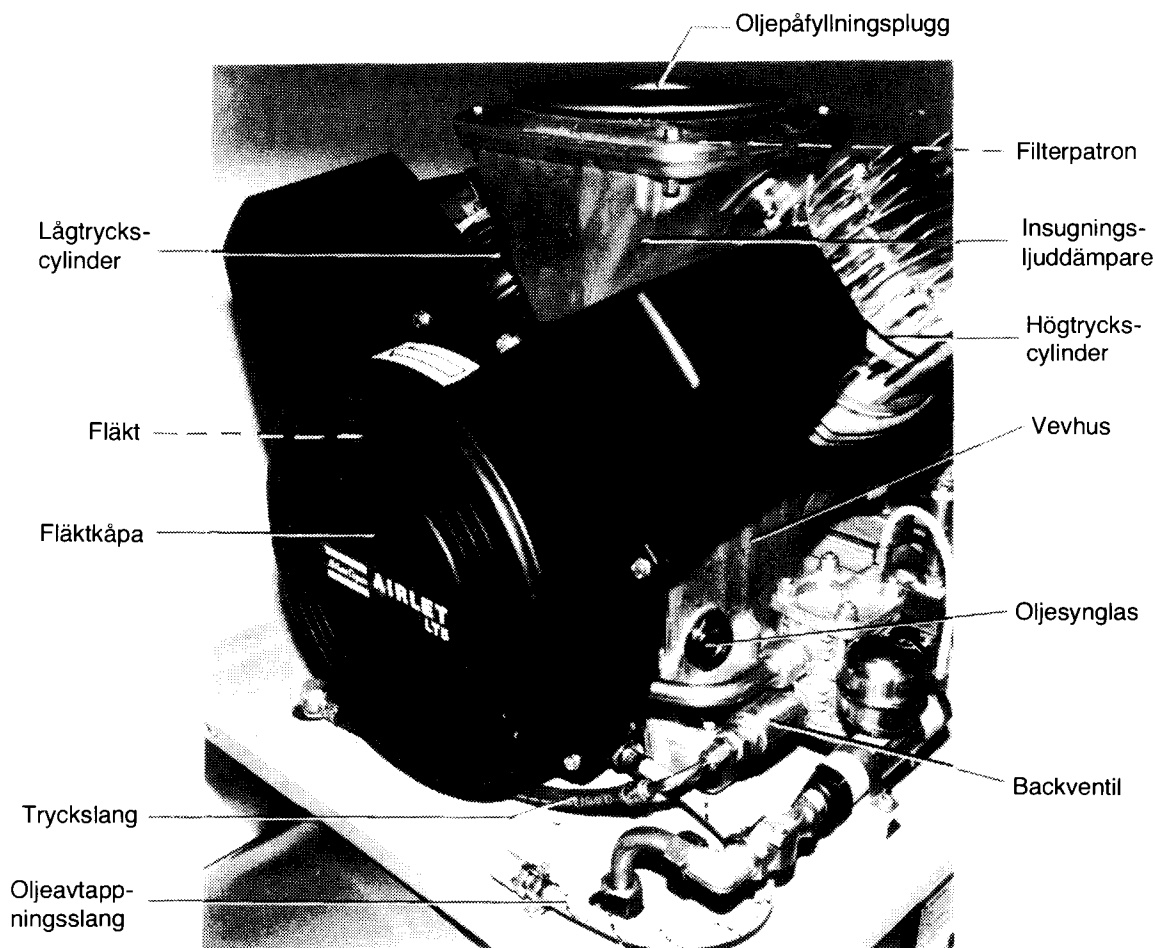

Bild 3 Kompressor
Kompressorn (bild 3) är en tvåcylindrig, tvåstegs, luftkyld, oljesmord kolvkompressor. Den insugna luften filtreras genom en filterpatron placerad i insugningsljuddämparen.
- att det finns olja i kompressorns vevhus. Fyll vid behov på med motorolja SAE 10W (se bild 3).